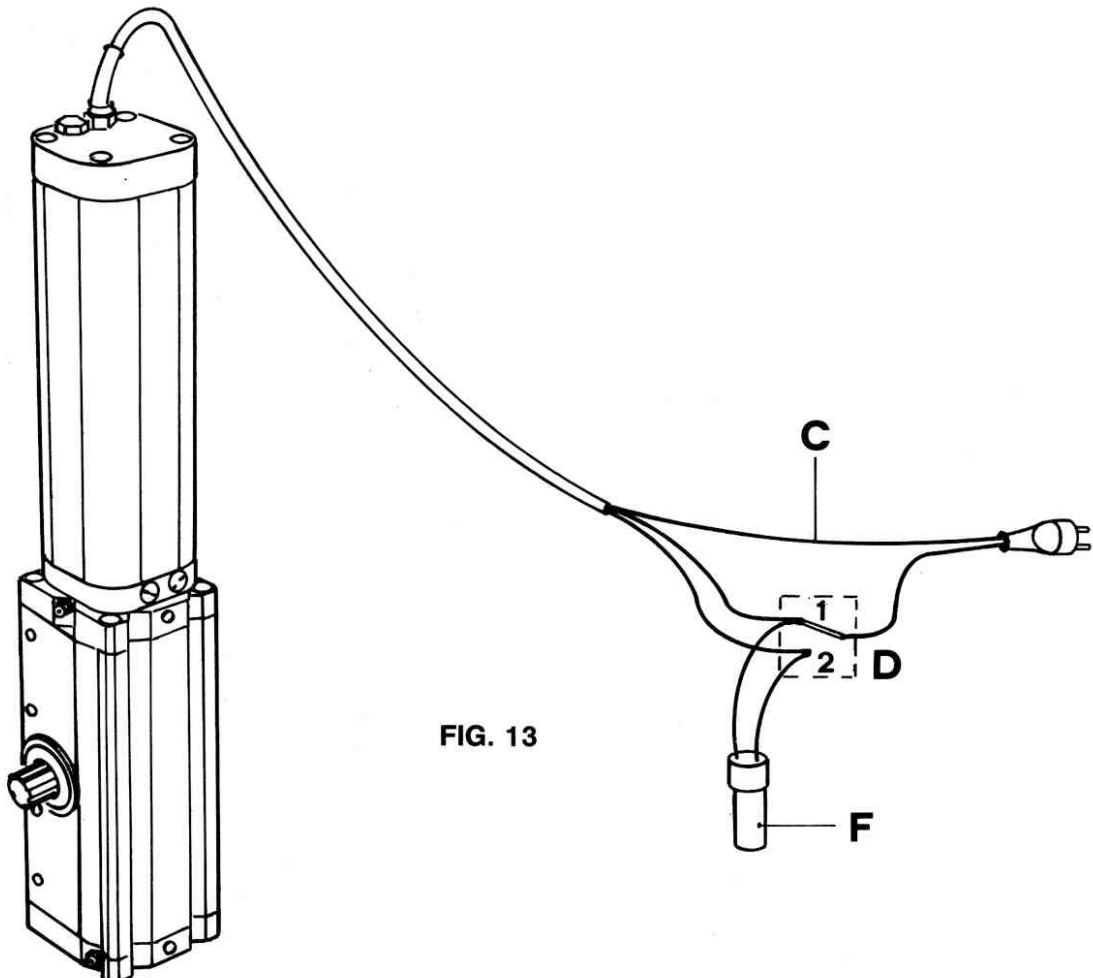

FIG. 13
- Accertarsi della presenza di tensione, eseguire il collegamento diretto della linea di alimentazione al motore (fig. 13), assicurandosi che il motore giri in entrambi i sensi spostando il deviatore D dalla posizione 1 alla posizione 2. Se il motore vibra ma non gira, può essere sbagliato il collegamento del filo comune C, che in ogni caso è di colore celeste, oppure non è collegato il condensatore F ai due fili di marcia.
- Una vez verificada la presencia de la tensión, efectuar la conexión directa de la línea de alimentación con el motor (fig. 13), asegurándose de que el motor gire en ambos sentidos desplazando el desviador D de la posición 1 a la posición 2. Si el motor vibra pero no gira, puede ser que la conexión del cable común C que será siempre celeste no sea correcta, o bien el condensador F no esté conectado a los dos cables de marcha.
- After having checked the presence of voltage, connect the power line directly to the gearmotor (fig. 13), making sure the motor turns in both directions by moving switch D from position 1 to position 2. If the motor vibrates but does not turn, the common wire C (light blue) may be connected wrong, or the condenser F is not connected to the capacitor wires.
- Après avoir vérifié la présence de tension, effectuer la connexion directe de la ligne d'alimentation au moteur (fig. 13), en s'assurant que le moteur tourne dans les deux sens en déplaçant le commutateur D de la position 1 à la position 2. Si le moteur vibre mais ne tourne pas, il est possible que la connexion du fil commun C (toujours de couleur bleu) soit fautive ou bien que le condensateur F ne soit pas connecté aux deux fils de marche.
- Ist Spannung vorhanden, den Motor direkt an die Speiseleitung anschließen (Abb. 13). Prüfen, ob der Motor in beiden Richtungen dreht, indem der Umschalter D von Position 1 in Position 2 gebracht wird. Vibriert der Motor ohne zu drehen, so ist es möglich, daß die gemeinsame Leitung C (hellblau) falsch angeschlossen ist oder der Kondensator F nicht mit den beiden Antriebsleitungen verbunden ist.